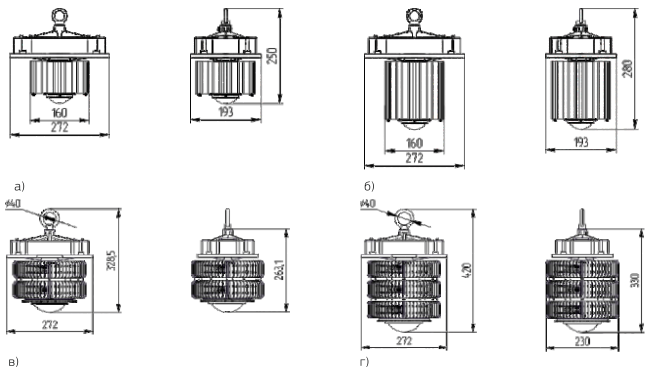

Рисунок 1 – Габаритные размеры светильников:
** Габаритные размеры в сборе с рым-болтом (см. рисунок 1).